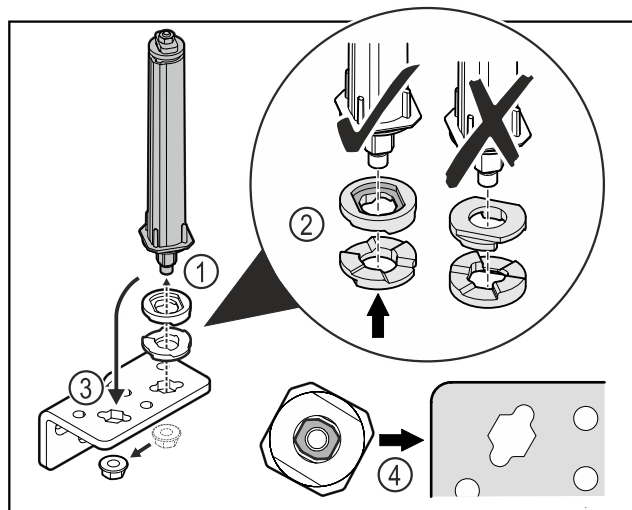

Fig. 42
- Oldja ki az anyát, és távolítsa el az ajtózáro rendszert Fig. 42 (1).
- Ügyeljen a magasságállító alátétek helyes beigazítására Fig. 42 (2).
- Helyezze át az ajtózáro rendszert a zsanéridomban, és rögzítse az anyával Fig. 42 (3).
- Behelyezéskor ügyeljen az ajtózáro rendszer helyes beigazítására Fig. 42 (4).